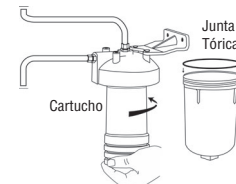

Figura 11
11. Instale el cartucho enroscándolo al cabezal unas 5 ó 6 vueltas. No lo apriete demasiado. Lubrique la junta tórica con agua y póngalo en la ranura del armazón. Enrosque el armazón al cabezal de nuevo, apretándolo con la mano. Usar la llave para apretar el armazón podría dañarlo y resultar en pérdida de agua. (Figura 11)